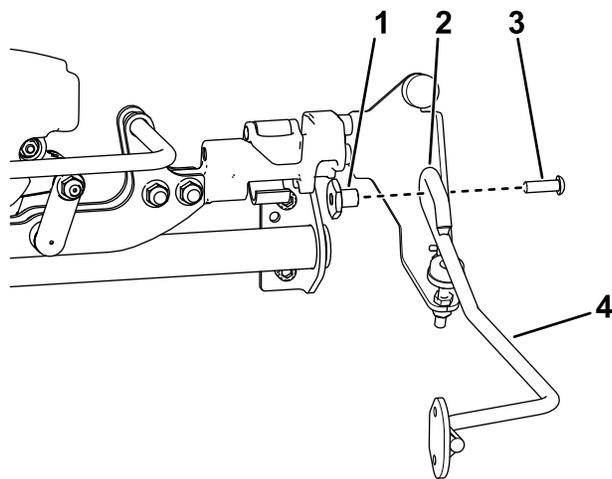

图 6
5. 用一个内六角头螺丝 5/16 x 1 英寸和一个隔片螺母将刷杆安装到两个支架上图 6。
确保刷杆上焊接环的位置如图 6 所示。